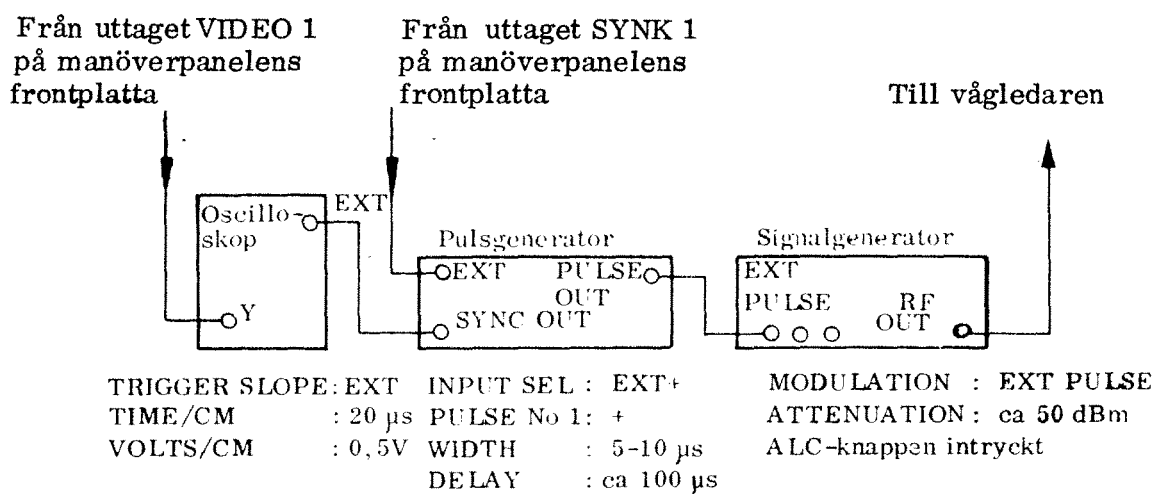

Bild 30
4.1.26.1 Koppla upp enligt bild 30.